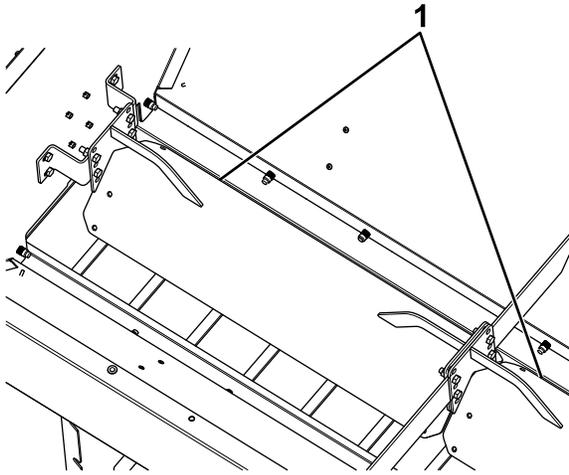

Bild 22
- Lösen Sie die Befestigungsmittel, mit der das Ablenkblech an der Innenseite des Streuers befestigt ist (Bild 22).
- Schieben Sie das Ablenkblech nach oben oder unten und befestigen Sie es wieder mit den zuvor entfernten Befestigungen in der gewünschten Höhe (Bild 22).